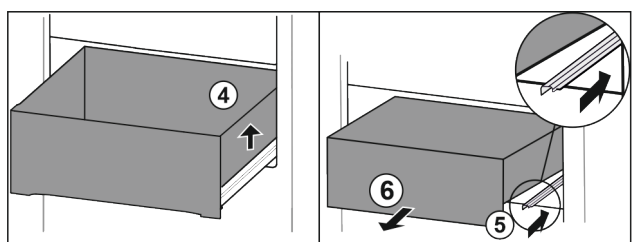

Fig. 78
- ▶ Lade rechts optillen. Fig. 78 (4)
- ▶ Rechter rail erin schuiven. *Fig. 78 (5)*
- ▶ Lade naar voren toe verwijderen. *Fig. 78 (6)*